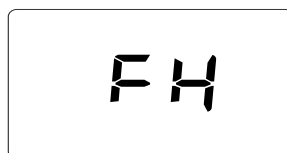

рис. 6- Выпуск воздуха с включенным вентилятором
- В течение последующих 20 секунд на дисплее высвечивается символ FH, обозначающий цикл спуска воздуха из системы отопления при работающем вентиляторе (рис. 6).